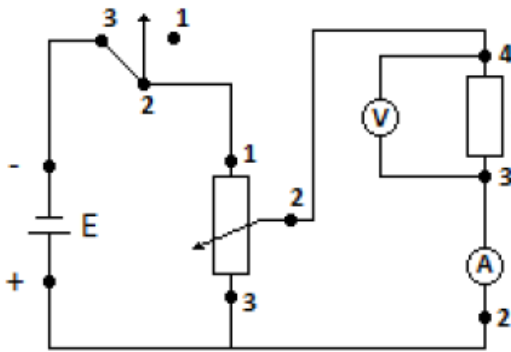

Figura 3.2 – Circuito para o experimento
- Monte o circuito da Figura 3.2
- Gire lentamente o potenciômetro fazendo a voltagem (V) **medida** no voltímetro variar em intervalos regulares de 1,0 V. Para cada intervalo, meça o valor da corrente com o amperímetro. Estime os erros das medidas de V e I. Anote os valores na tabela abaixo.